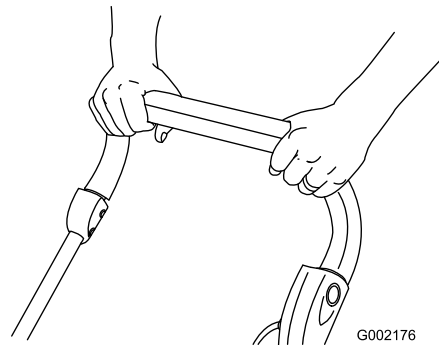

Figure 17
5. Houd de bedieningsstang tegen de handgreep en laat de knop los (Figure 17).